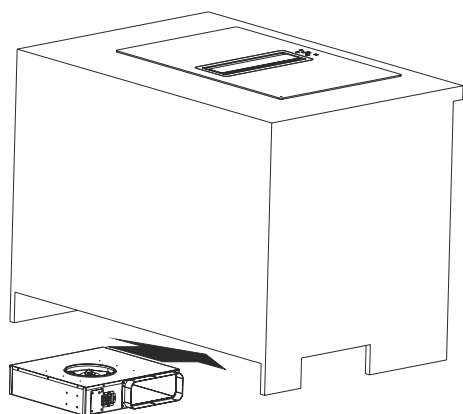

Fig. 18
8. ➤ Motorn kan nu placeras i kabinettet/skåpet (Fig. 18).